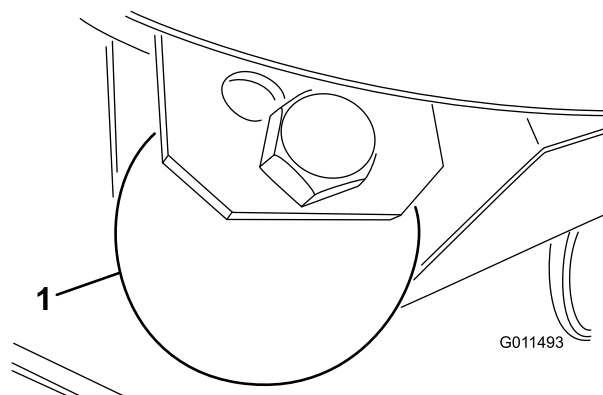

Figura 27
1. Retire el perno y la tuerca que fijan la rueda niveladora a los soportes de la unidad de corte (Figura 27).